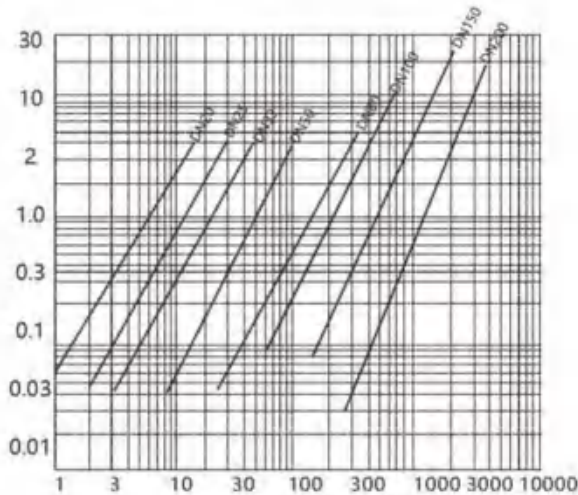

图3-3 (压力损失)
- 1) 在标准状态下，当介质为干空气时，各规格流量计的压力损失 ΔP_o 可按图3-3查出